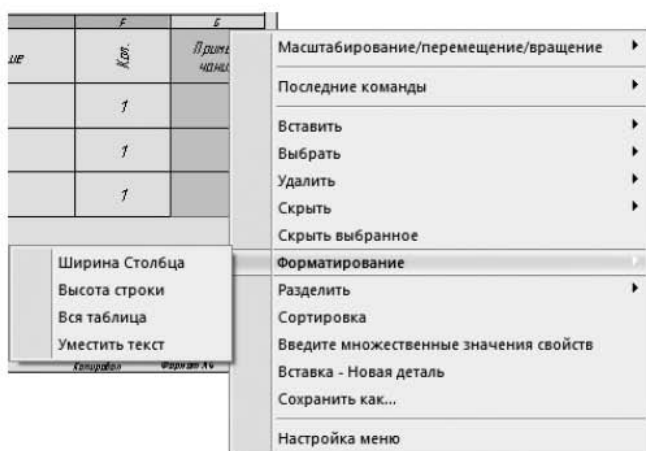

Рис. 6.65. Команда Ширина столбца
7. Для изменения ширины столбца выделите столбец и выберите в контекстном меню команду Форматирование ▶ Ширина столбца (рис. 6.65).